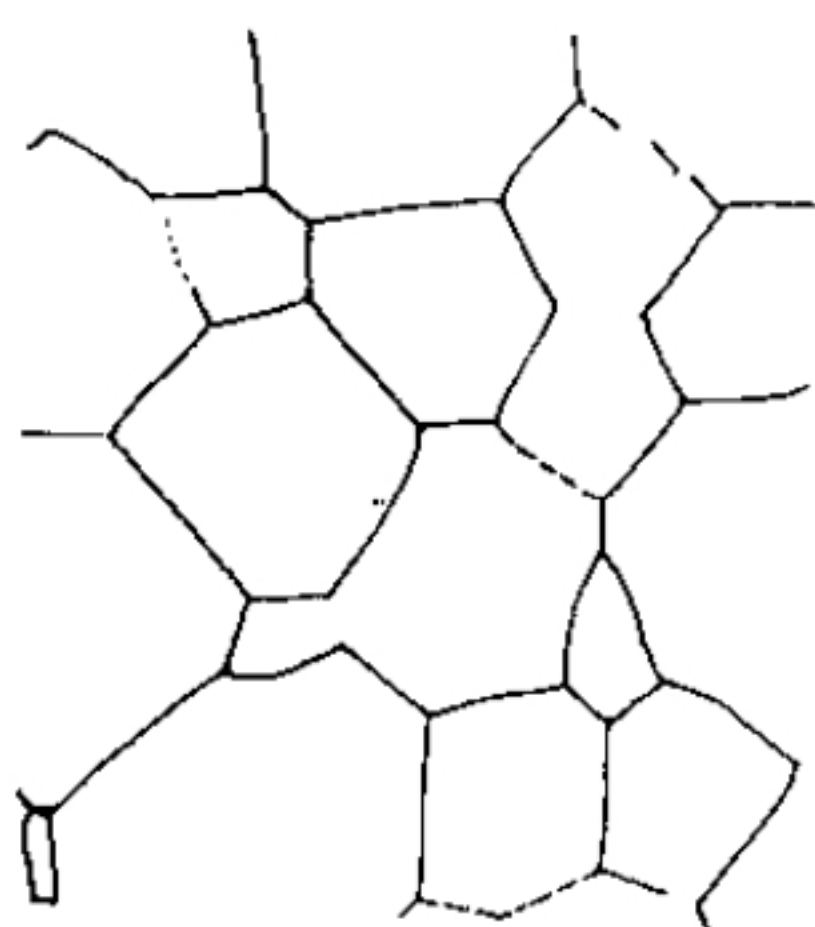
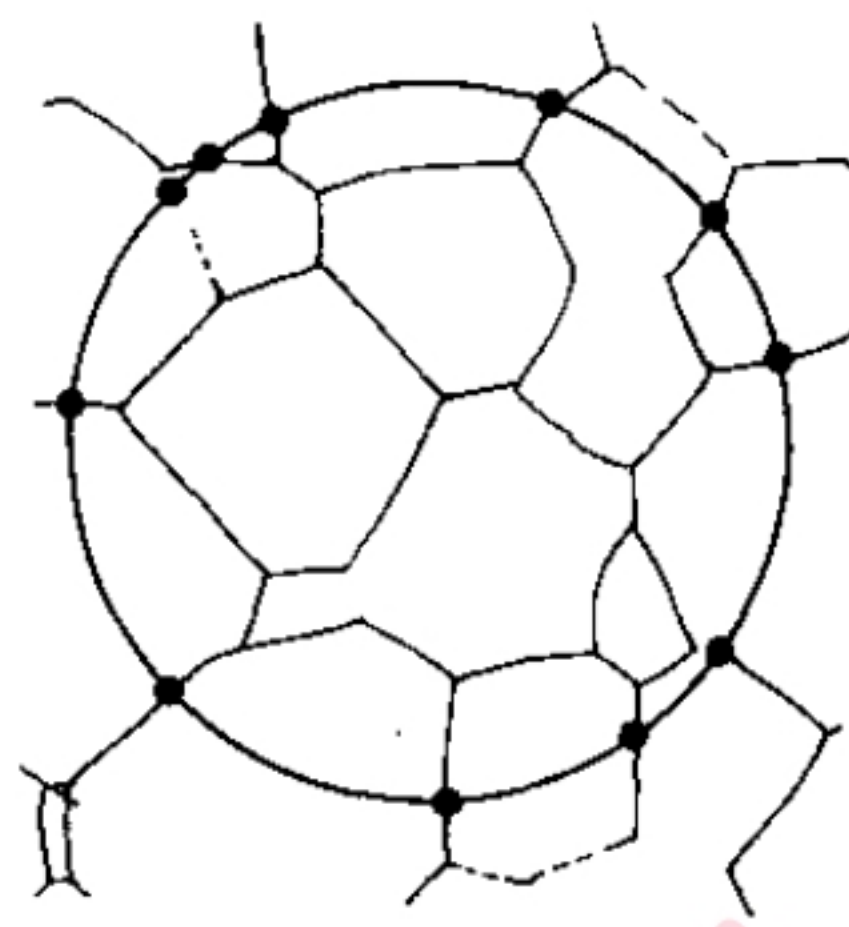

图 1-17 铅的晶界组织( $\times 250$ )
图 1-18 晶界表面积的计算
**例 1.2.40** 钼(Mo)的显微组织如图 1-17 所示。估计在图中所示的钼其单位体积内的晶界面积。
如图 1-18 所示,在钼的显微照片上(图 1-17)任意画一个直径 50 mm 的圆,该圆与晶界有 11 个交点。因为放大倍数是 250,故圆周实际长度为  $50 \pi / 250 = 0.63 \text{ mm}$ ,而  $P_L = 11 / 0.63 \text{ mm} = 17.5 / \text{mm}$ ,所以